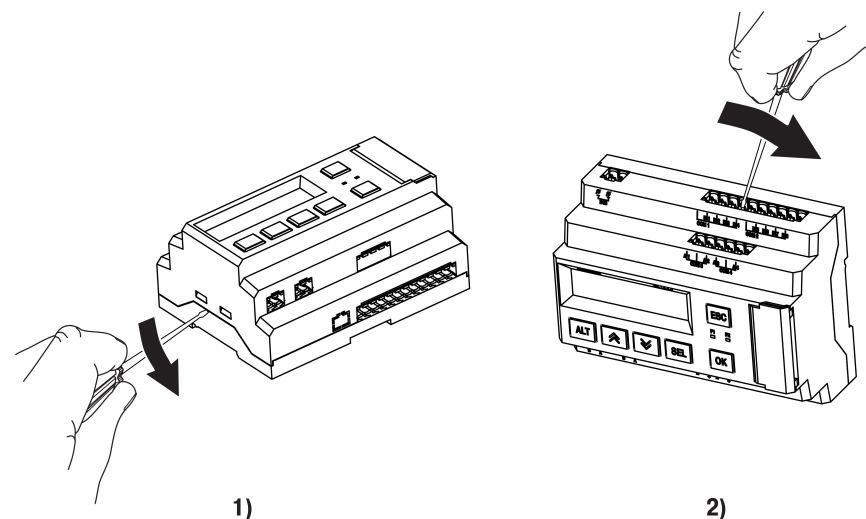

Рисунок 4.1 – Снятие верхней крышки
2. Снять верхнюю крышку. Для этого отверткой вывести из зацепления защелки основания из отверстий в торцевых поверхностях крышки (см. рисунок 4.1, 1). Приподнять крышку над основанием.
3. Отверткой отогнуть крышку от разъемов на среднем уровне с двух сторон (см. рисунок 4.1, 2). Усилие следует прикладывать у нижних разъемов.